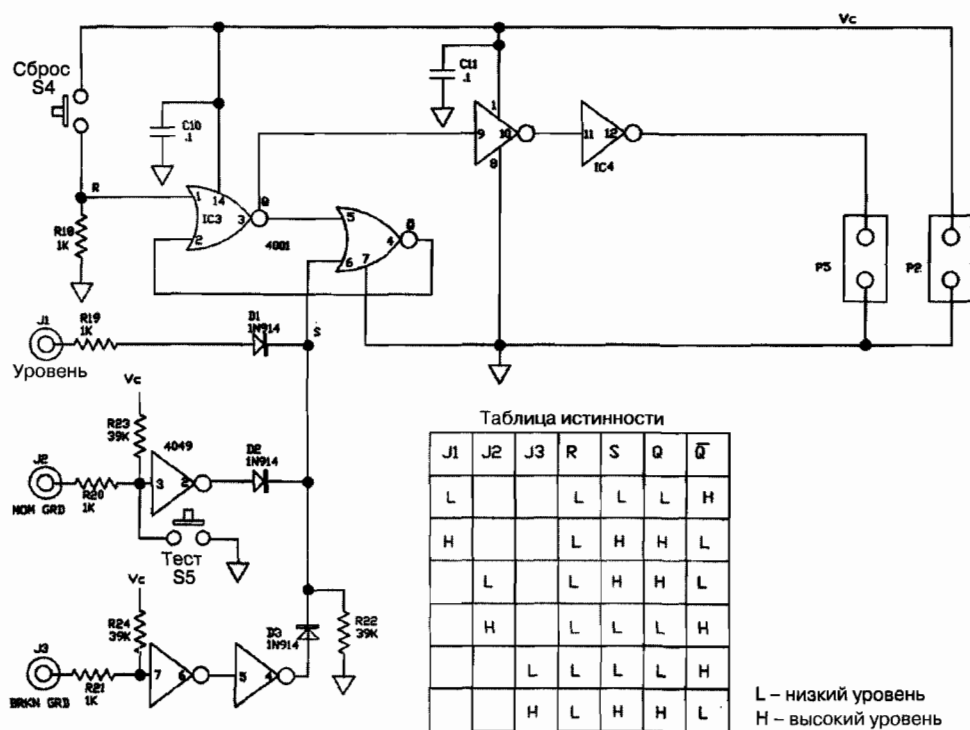
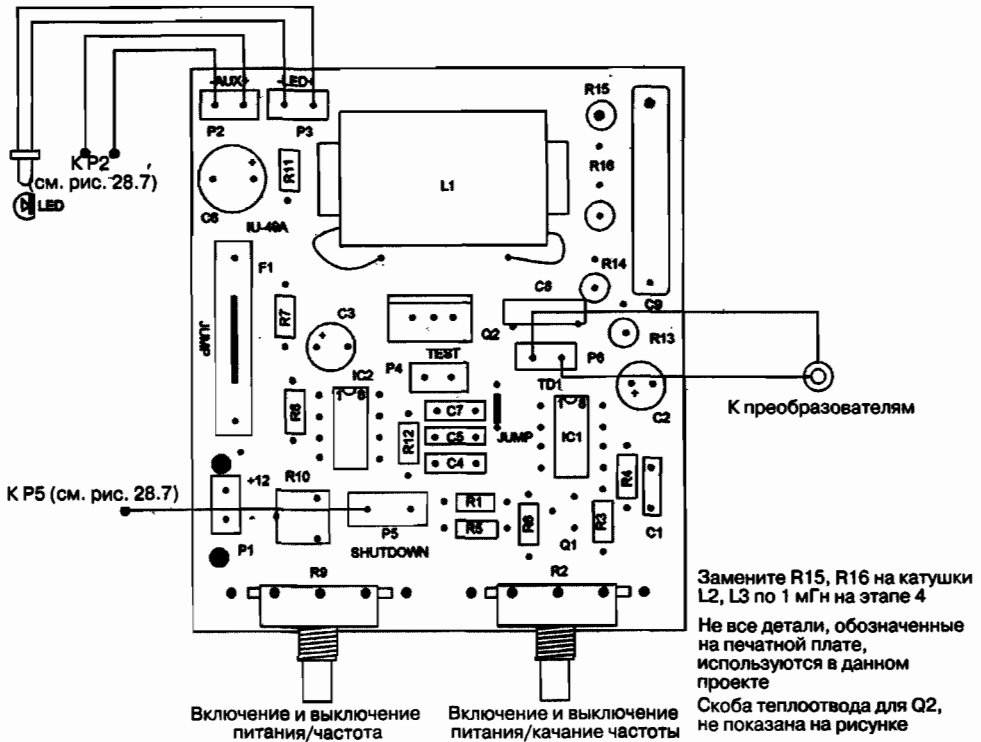

Рис. 28.3. Схема обнаружения
Рис. 28.4. Печатная плата PCB и первый уровень соединений
Схема обнаружения состоит из входов J1, J2, J3, которые контролируют вторжение и подают питание на штеккер P5, включая таймер IC2. Переключатель S4 позволяет сбросить схему в исходное состояние. Тестовым переключателем S5 проводятся предварительные испытания работы системы. Работа схемы обнаружения, подключение разъемов и таблица истинности показаны на рис. 28.3.
1. Разложите и идентифицируйте все детали и элементы сборочной платы (рис. 28.4), сенсорной платы (см. рис. 28.3) и остальные детали для окончательной сборки.
4. Соберите печатную плату (см. рис. 28.4). При сборке в первую очередь обратите внимание на полярность электролитических конденсаторов, диодов, правильность установки транзисторов, интегральных микросхем.
Обратите также внимание на две проволочные перемычки. Будьте внимательны, чтобы не образовывались мосты из припоя на металлизации медной фольгой печатной платы РСВ, поскольку это может вывести из строя компоненты схемы. Присоедините около 15 см провода к установленным на передней и задней панели элементам, как показано на рис. 28.4 и 28.5. Обратите внимание, что большинство резисторов устанавливаются вертикально для увеличения плотности монтажа. Всегда оставляйте зазор по меньшей мере в 0,16 см между корпусом элемента и платой. Опытные радиолюбители могут использовать монтажную плату с перфорацией отверстий. При размещении элементов и выполнении соединений ориентируйтесь на схему (см. рис. 28.4). Выводы компонентов, задействованные по принципиальной схеме, будут использоваться для соединений. Пока не отрезайте их, а загните, чтобы исключить выпадение
4. Установите печатные платы на шасси, необходимые элементы на панелях (см. рис. 28.4 и 28.5). Скрутите провода и разместите их, как показано. Используйте небольшие куски клейкой ленты для фиксации проводов.